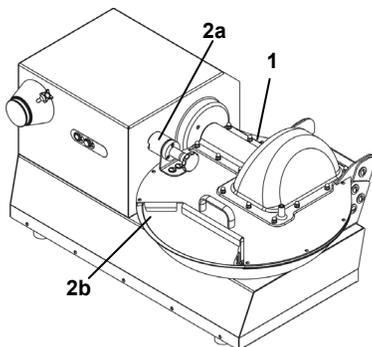

Рис. 1.8.1
(Рис. 1.8.1)
2. Микровыключатели (Рис. 1.8.1):